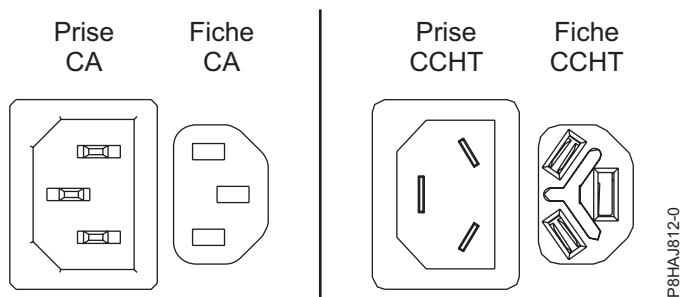
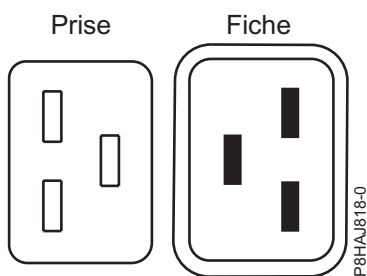
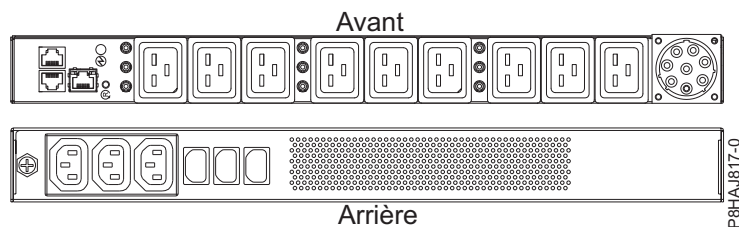

Figure 26. Connecteurs CA et CCHT
Figure 27. Connecteurs pour le système 8408-44E
Figure 28. Unité d'alimentation pour le système 8408-44E
La figure 26 représente les connecteurs pour courant alternatif (CA) et courant continu haute tension (CCHT) pris en charge. Les figure 27 et figure 28 illustrent les connecteurs et l'unité d'alimentation (PDU) pris en charge pour le système 8408-44E.